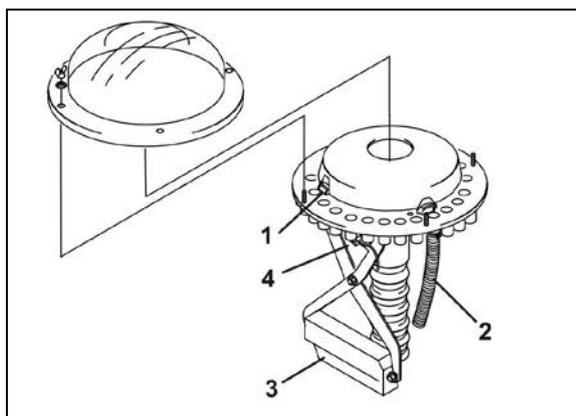

Fig. 55
- la commutation de voie de jalonnage bloque au niveau de la tête de distribution, via les clapets (Fig. 55/1), la distribution de semences vers les conduites de descente (Fig. 55/2) des socs jalonneurs
L'acheminement des semences aux socs jalonneurs est interrompu dès que le moteur électrique (Fig. 55/3) obture les conduites de descente de semences correspondantes (Fig. 55/2) dans la tête de distribution.
Un capteur (Fig. 55/4) vérifie si les clapets (Fig. 55/1), qui ouvrent et ferment les conduites de descente de semences (Fig. 55/2), fonctionnent correctement.